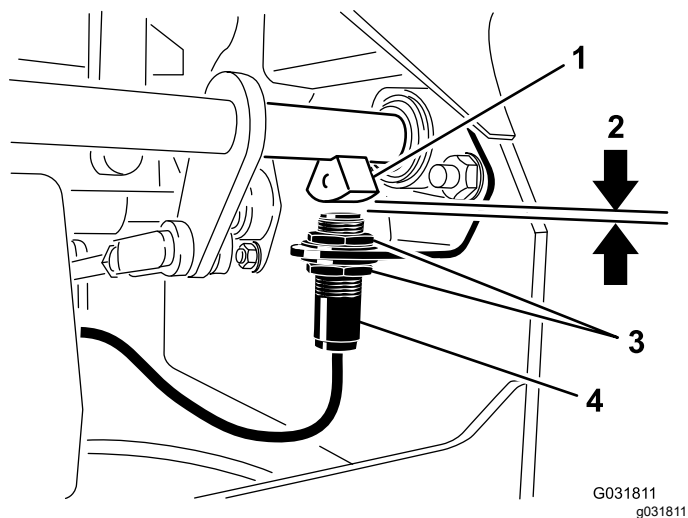

图 45
4. 在支架上上下下移动开关直至制动轴传感器与开关柱塞之间的距离达到 4mm 如图 45 所示。